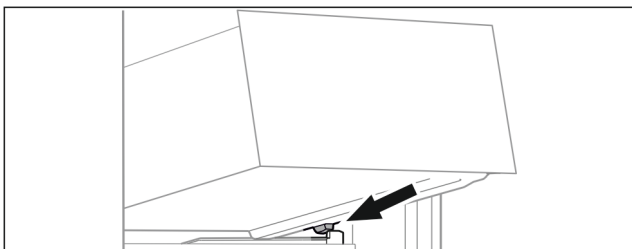

Fig. 60
- ▶ Așezați sertarul oblic în spatele opritoarelor pe nervura recipientului. (vezi Fig. 60)